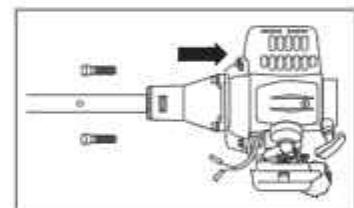

Рис. 4
- Установите штангу в сборе на двигатель, используя четыре винта (рис. 4).